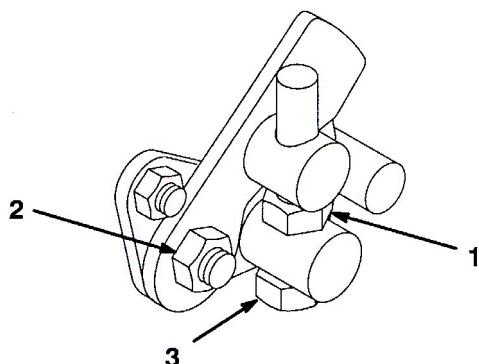

図52
1. トラニオン・キャップスクリュのジャムナットをゆるめる (図52)。
4. ゆるめた部品を元のように締め、調整を確認、必要に応じて再調整する。(図52)。調整を確認し、必要に応じて再調整する。